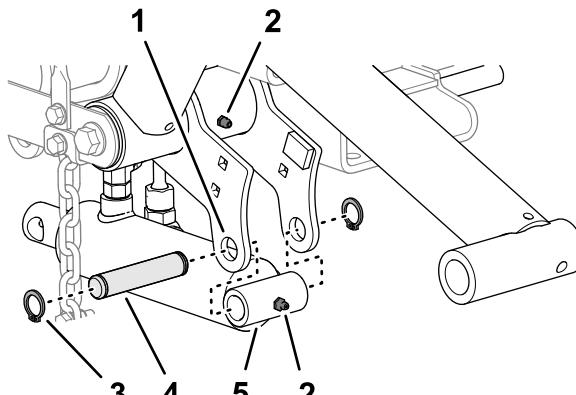

Рисунок 10
- Совместите конец гидроцилиндра подъема со стороны крышки с отверстиями во фланцах левого подъемного рычага (Рисунок 10).
- Установите гидроцилиндр на фланцы с помощью монтажного штифта и 2 стопорных колец (Рисунок 10).
- Заправьте консистентной смазкой № 2 на литиевой основе масленки на подъемном рычаге и гидроцилиндре (Рисунок 10).